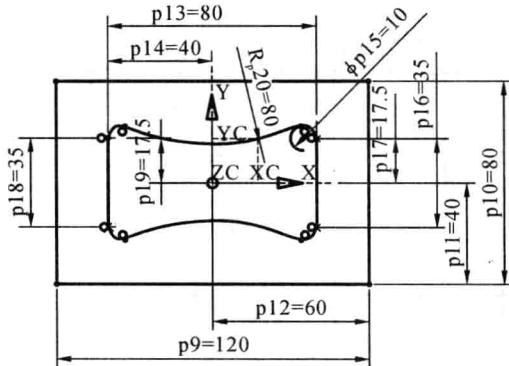

图 1-18 修剪后的图形
(15) 单击“草图”工具栏中的“快速修剪”按钮，分别选择要修剪的对象并对图形进行修剪，修剪后的图形如图 1-18 所示。